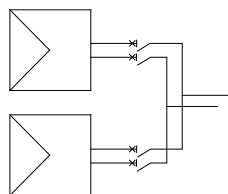

Fig. 1
- fig 1 : Sources d'énergie mises en parallèle (cellules photovoltaïques, génératrices, groupes électrogènes,...)